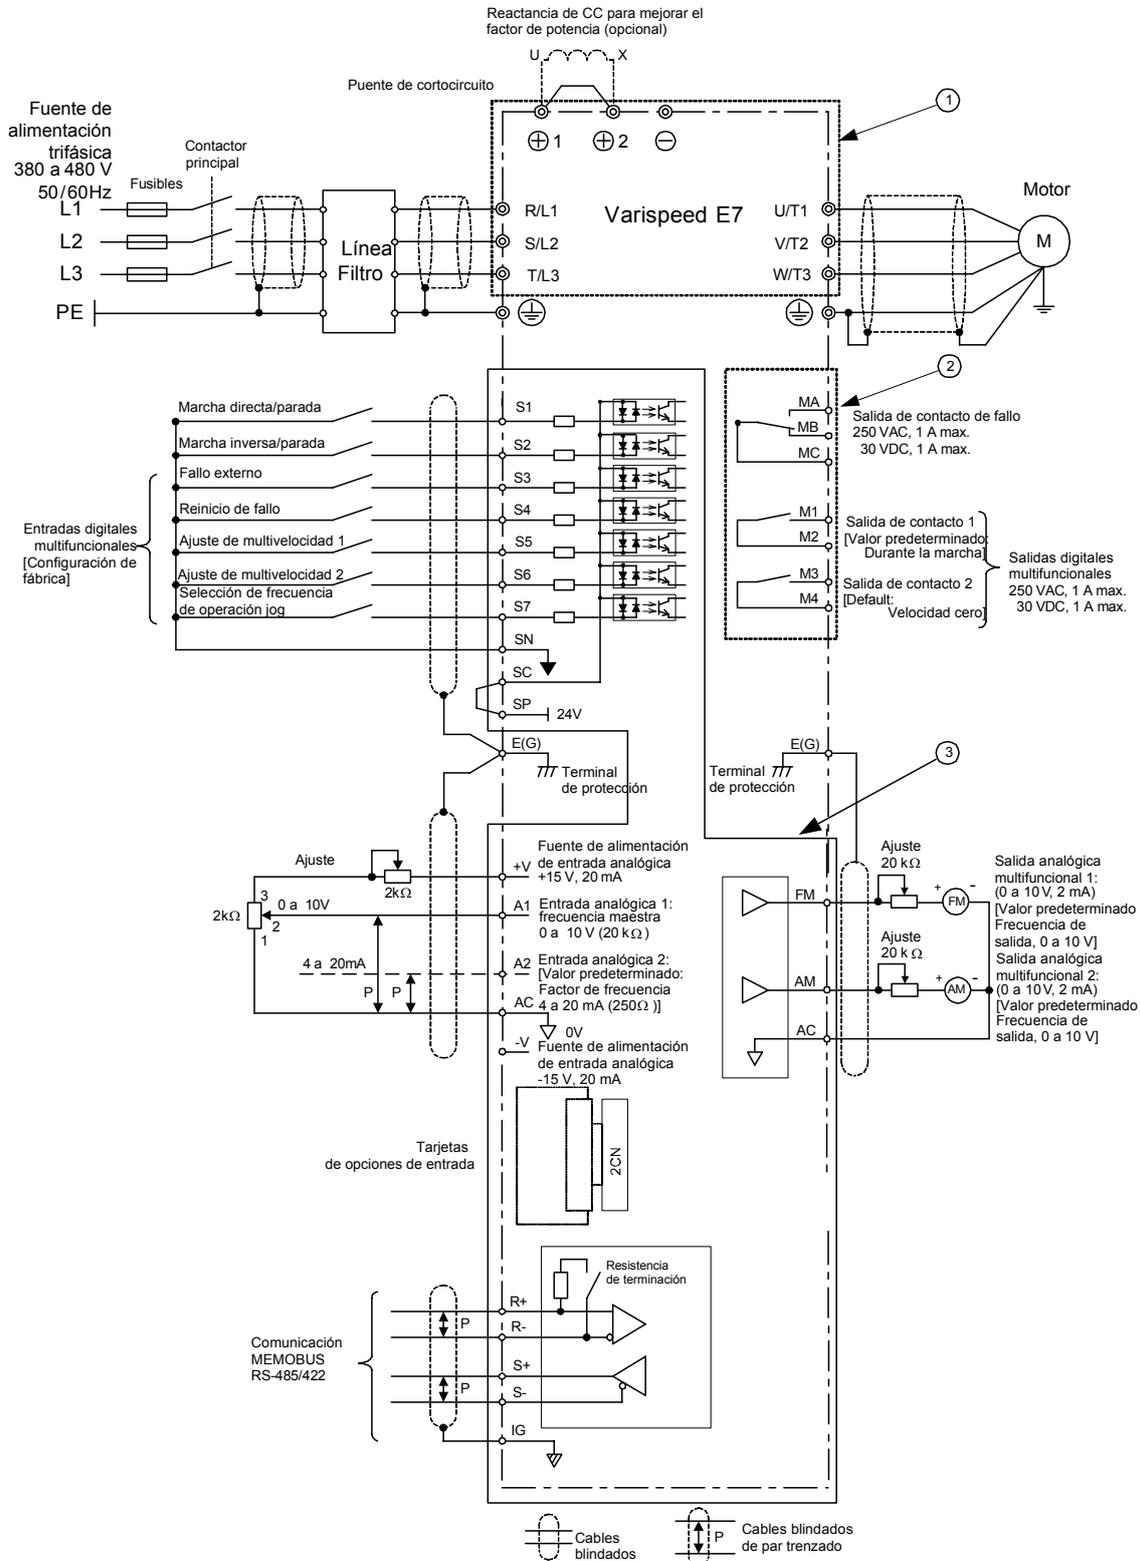

Fig 4 Diagrama de cableado
- En la Fig 4 se muestra el cableado de las entradas digitales S1 a S7 para la conexión de contactos o de transistores NPN (modo 0 V común y NPN). Esta es la configuración predeterminada. Para la conexión de transistores PNP o para el uso de una fuente de alimentación externa de 24 V, consulte la Tabla 3.